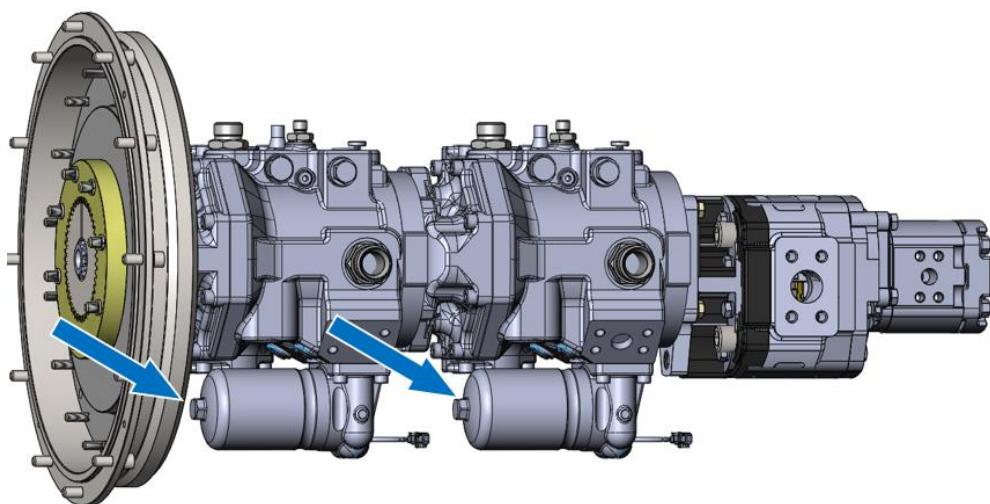

Рисунок 3.110. Замена фильтров в линии подпитки насосов A4VG110
- ▶ Последовательно открутить корпуса фильтров, рис. 3.110 показано стрелками (подставить подходящую емкость по объему под фильтры для сбора вытекающего масла).
- ▶ Последовательно закрутить корпуса фильтров, рис. 3.110.